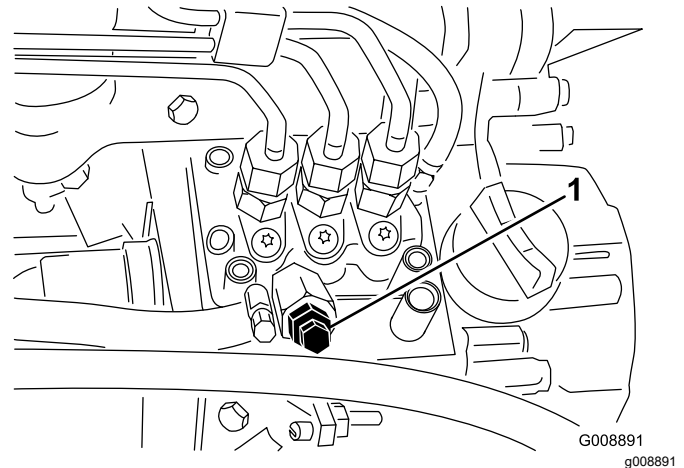

Figura 37
4. Abra el tornillo de purga de aire de la bomba de inyección de combustible (Figura 37).